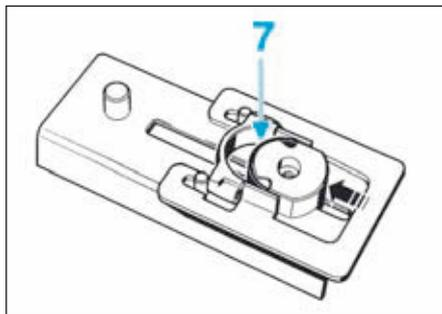

FIG.95
- Poser le coussinet (7) sur le support de coussinet (Fig.95).